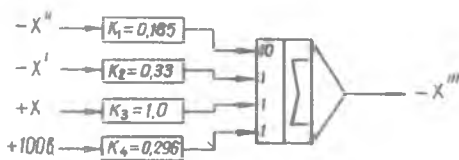

Рис.1.
Если считать, что остальные производные и переменные известны, то, подставляя напряжения, пропорциональные членам правой части уравнения (2), на вход сумматора через соответствующие коэффициенты, получим высшую производную с обратным знаком (рис.1).